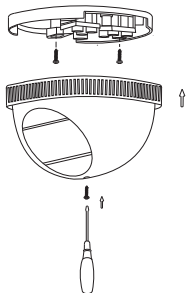

Рисунок 26 – Монтаж ДД 042
4.2.6 Монтаж и подключение ДД 044 (рисунок 26):